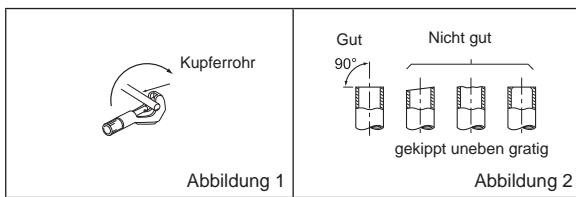

Abbildung 1
- Schneiden Sie das Kupferrohr sachgemäß mit einem Rohrschneider ab. (Abbildung 1, 2)